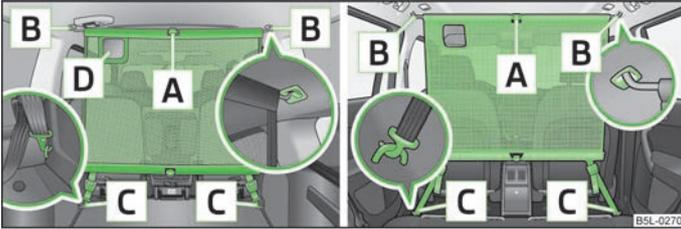

Abb. 59 Netztrennwand hinter den Rücksitzen / hinter den Vordersitzen verwenden
- › Die Querstange in die Aufnahme **B** » Abb. 59 erst auf der einen Seite setzen und nach vorn drücken. Auf gleiche Weise die Querstange auf der anderen Seite in die Aufnahme **B** setzen.
- › Die Bänder auf beiden Seiten lösen und die Karabiner **C** aushängen » Abb. 59.
- › Auf die rote Taste des Gelenks **A** » Abb. 59 drücken - das Gelenk löst sich.
Die Öffnung **D** » Abb. 59 in der Netztrennwand dient zur Durchführung des Dreipunkt-Sicherheitsgurts » Seite 144.